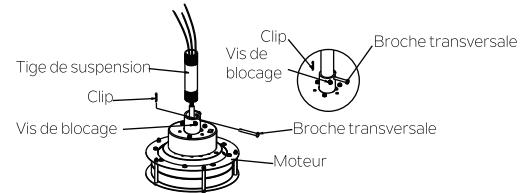

Fig. 7
**Étape 3.** Desserrez les deux vis de blocage et retirez le clip et la brocche du dessus de l'accouplement du moteur. Alimentez soigneusement les fils du ventilateur et le câble de sécurité vers le haut par la tige de suspension. Installez la tige de suspension sur l'accouplement du moteur jusqu'à ce que les trous de la broche transversale soient alignés. Replacez ensuite la broche transversale et le clip et resserrez les deux vis de blocage. (Fig. 7)